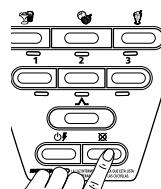

Fig. 23
2. Presione el botón de detener para cancelar el funcionamiento en cualquier momento (Fig. 23).
2. Presione el botón de detener para cancelar el programa en cualquier momento (Fig. 23).